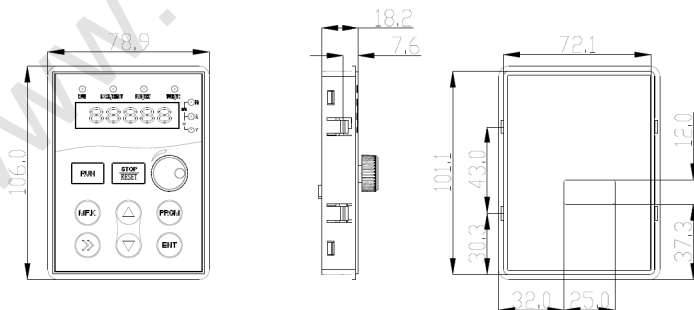

Рис. 1-7 Размеры пульта
(1) Для закрепления на пульте имеются 4 защелки; толщина пульта составляет 7,6 мм
(2) При вырезании прямоугольного отверстия для пульта необходимо добавить 1 мм для длины и ширины, размеры которых указаны на рис. 1-7. Т.е., указанная длина 101,1 мм увеличивается до 102,1 мм, а указанная ширина 72,1 мм увеличивается до 73,1 мм.